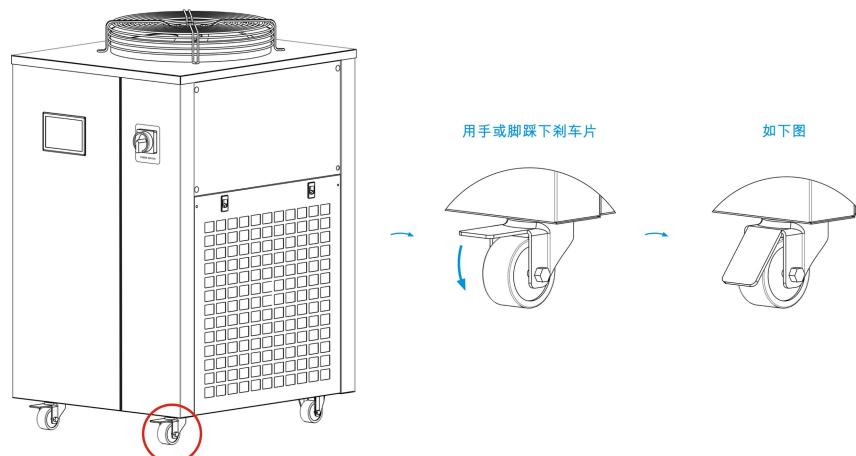

图2脚轮锁轮示意图
(2) 机器使用时，请确保脚轮处于锁紧状态，以防机器在运行过程中发生滑移。刹车装置一般安装在轮子轴套或轮子表面，用手或脚踩下即可，推动机器时轮子不能转动，但是可以转向即为刹车正确，如图 2 所示。